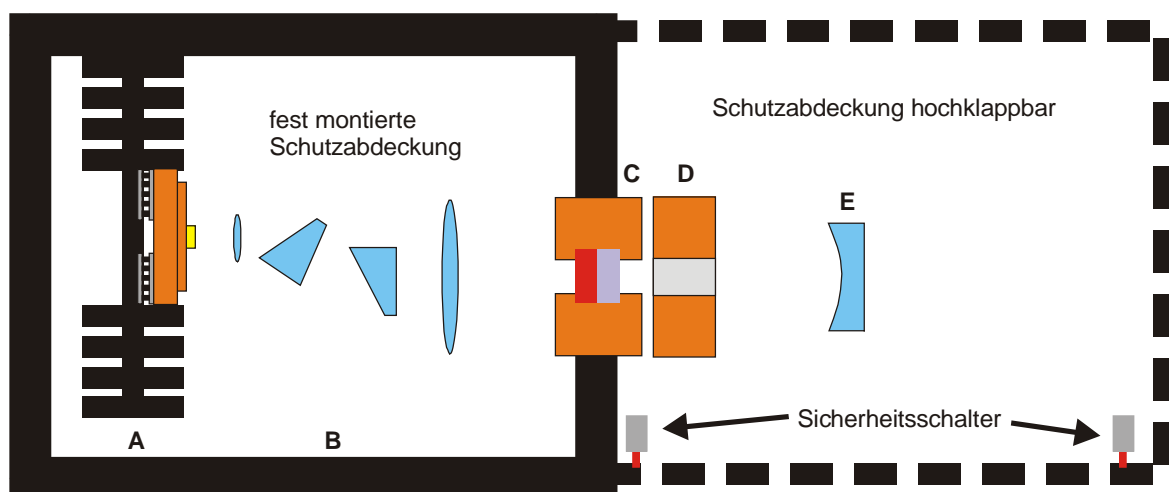

Abbildung 8: Aufbau der Schutzvorrichtungen
- Wird der Hauptschalter (1) eingeschaltet so leuchtet vor dem Praktikumsraum eine rote Warnlampe um Unbeteiligte auf den Laserbetrieb hinzuweisen.
- Wird der Hauptschalter eingeschaltet, so muss der Betriebsauswahlknopf (7) auf „Off“ stehen, andernfalls leuchtet die Interlockanzeige (3) und die Stromzufuhr der Pumpdiode ist deaktiviert.
- Der DPSS-Laser befindet sich unter einer zweigeteilten Schutzabdeckung. Der vordere Bereich (hier befindet sich die Pumpdiode A samt Kollimierungsoptik B vgl. Abb. 8) ist mit einer festen Abdeckung versehen. Diese darf nur vom Betreuer geöffnet werden! Der Resonatorbereich (C,D,E in Abb. 8) des DPSS-Lasers liegt unter einem Klappdeckel. Dieser Deckel betätigt zwei Sicherheitsschalter. Wird der Deckel geöffnet, so schaltet sich die Pumpdiode automatisch ab (Interlockanzeige leuchtet).